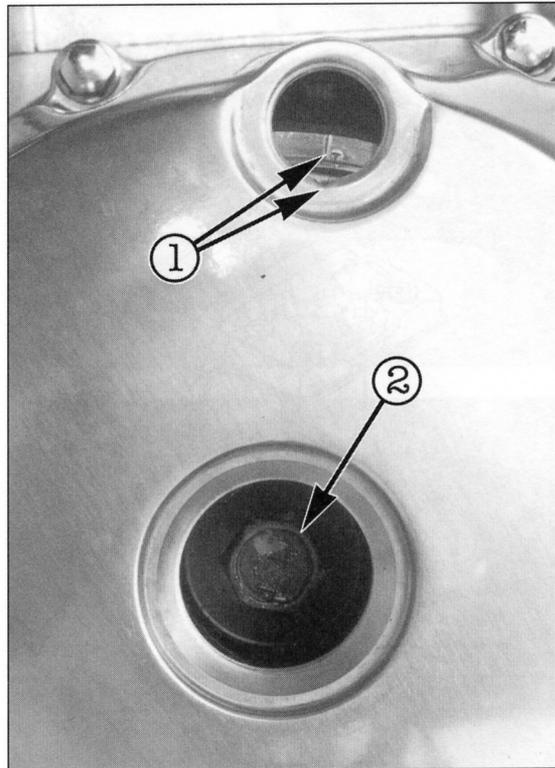

Bild 29
-  T-Mark (linker Zylinder) ① Bild 29 bzw. C-Mark (rechter Zylinder) fluchtet mit Gehäusemarke.